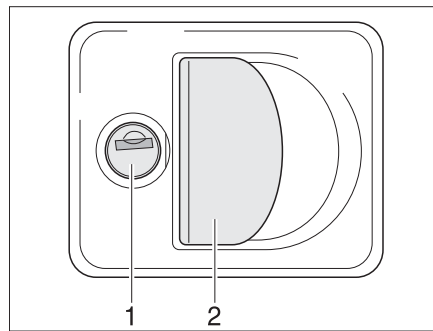

Fig. 30 Cerradura de la trampilla con tirador concha
- Introducir la llave en el cilindro de cierre (Fig. 30,1) y girarla un cuarto de vuelta. Se desbloqueó la cerradura de la trampilla.
- Tirar del asideros de la cerradura (Fig. 30,2). La trampilla exterior está abierta.